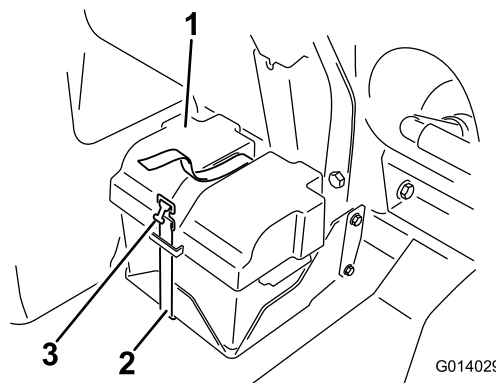
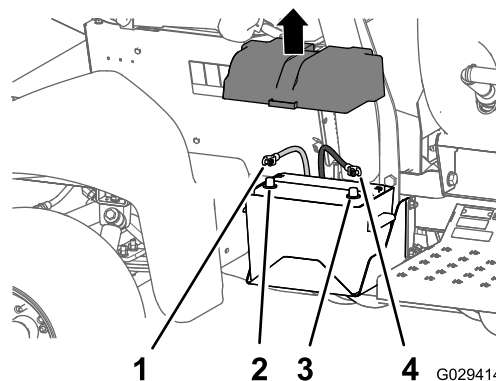

Figura 1
Figura 2
1. Retire a cobertura da bateria e desligue o cabo negativo (preto-terra) do polo da bateria (Figura 1 e Figura 2).
2. Desligue o cabo positivo (vermelho) do borne da bateria (Figura 2).